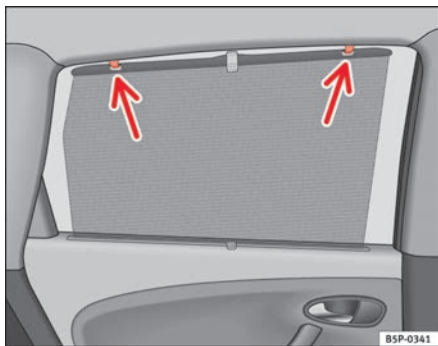

Fig. 85 Persiana puerta trasera
- Desenrolle la persiana y engánchela en los ganchos situados en el marco superior de la puerta. ⇒ fig. 85 ■